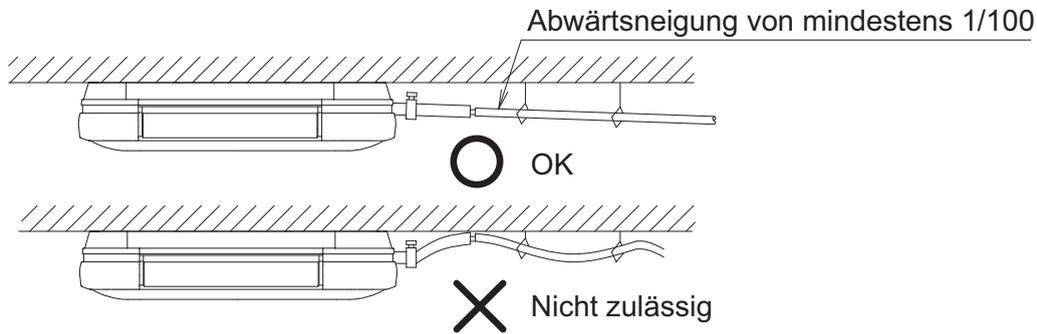

Abb. 28
- Installieren Sie die Rohrleitungen so kurz wie möglich und mit einer Abwärtsneigung von mindestens 1/100 und ohne Stellen, an denen sich Luft aufstauen kann. **(Siehe Abb. 28)**